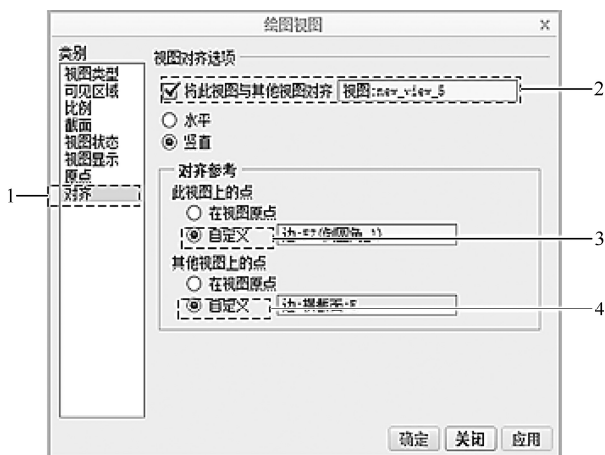

图 9-42 对齐操作步骤
(2) 双击俯视图，在【绘图视图】对话框中单击【对齐】，按如图 9-42 所示的步骤，点选主视图；点选上面的【自定义】，点选俯视图的最左边；点下面的【自定义】，点选主视图的最左边，单击【确定】完成对齐。